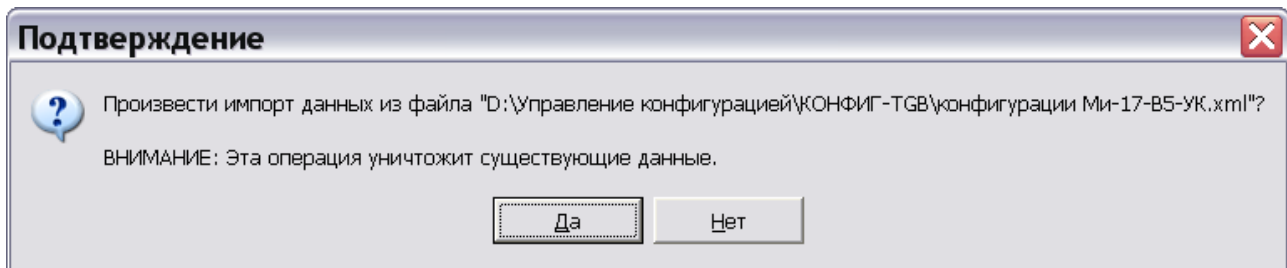

Рис. 86
8. Нажмите на кнопку **Открыть**. После этого система выдаст окно с предупреждением (Рис. 86).